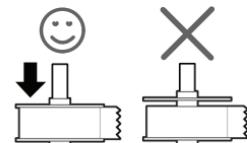

Figura 8
**OBSERVAÇÃO** O rolo de etiquetas deve se ajustar firmemente às laterais da bobina, sem folgas, para evitar desvios durante a alimentação das etiquetas na impressora. Consulte Figura 8.